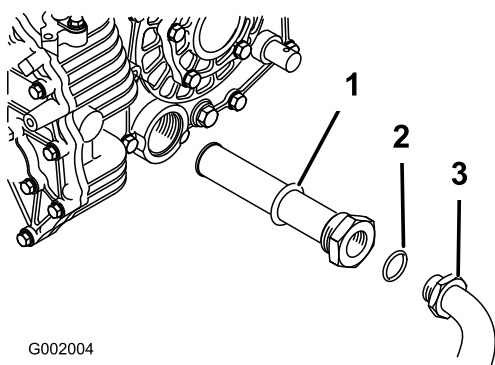

Figura 65
- Retire el tubo hidráulico y el codo de 90° (Figura 65).